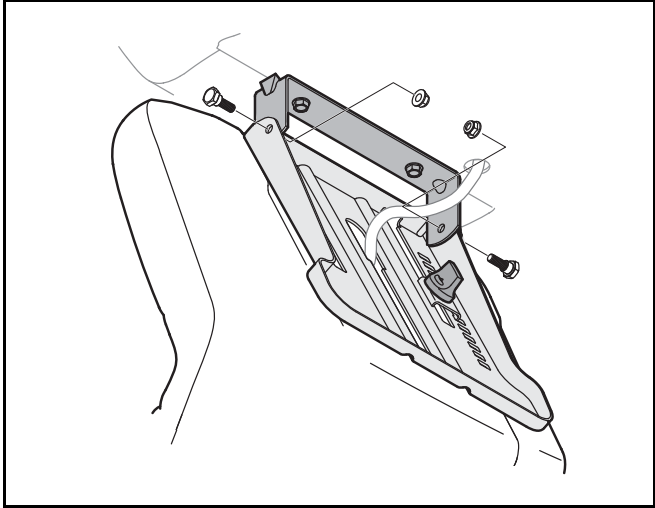

Figure 3
- Alignez les trous avant du support de montage du siège avec les trous dans le support de pivotement du siège sur le tracteur et fixez avec les vis hex. et les écrous enlevés précédemment. Voir la Figure 3.
- Pour ajuster la position du siège, desserrez les deux boutons en-dessous du siège. Voir la Figure 3. Avancez ou reculez le siège à la position désirée. Resserrez le bouton.